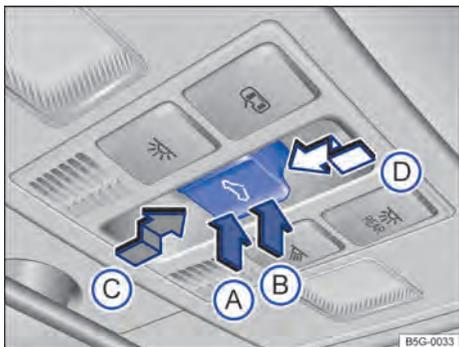

Fig. 41 No revestimento do teto: botão do teto solar panorâmico elétrico.
Função	Ação ⇒ Fig. 41
O botão  ⇒ Fig. 41 é de 2 níveis. No 1º nível o teto pode ser totalmente ou parcialmente levantado, aberto ou fechado.
- *Teto solar panorâmico elétrico:* Em aproximadamente 5 segundos após o acionamento do limitador de força, pressionar o botão  \Rightarrow Fig. 41 até o 2º nível, no sentido da seta , até que o teto solar panorâmico elétrico se feche completamente.